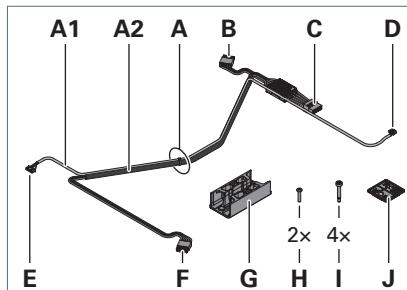

Fig. 1: Adaptateur double T.
- ▶ Ne retirez les composants du sac fourni que lorsque ceux-ci sont nécessaires à l'étape de montage, voir Fig. 1.
- ▶ Retirez le jeu de câbles **A** du sac fourni, voir Fig. 1.